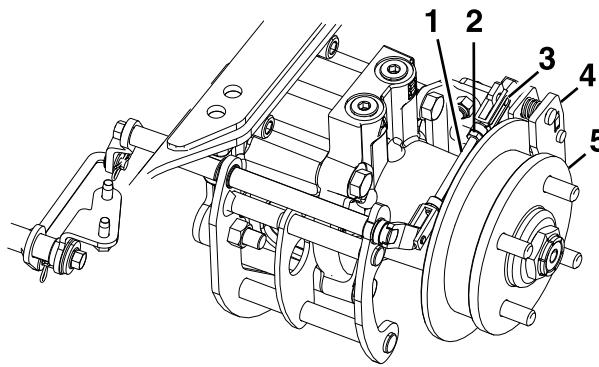

Figura 96
8. Retire el pasador de muelle del acoplamiento trasero y la pinza (Figura 96).
12. Apriete la contratuerca del acoplamiento trasero (Figura 96).